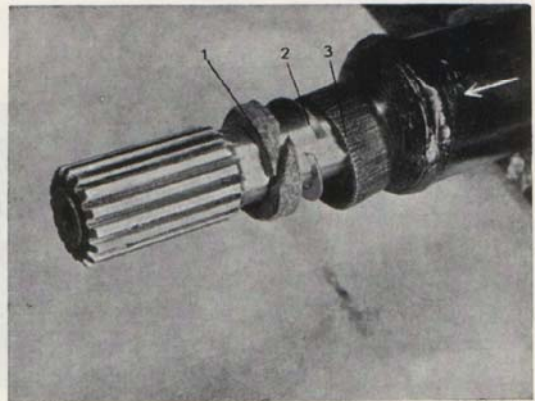

Bild 13. Axelända.
Om så behövs byt packning (1, bild 13) i hållaren (3). Packningen är kluven och lätt utbytbar.